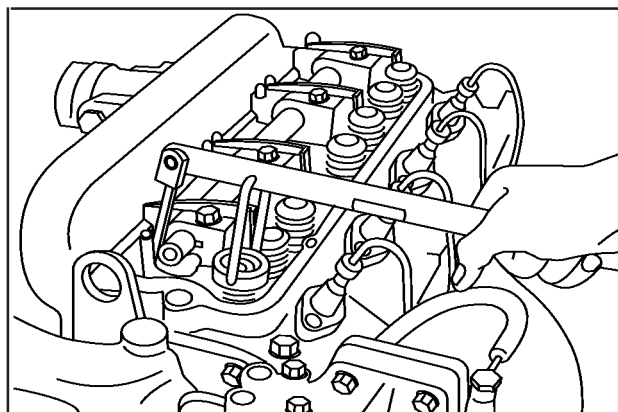

FIG 27
2. Desloque o balancim e, com a ferramenta nº 81 30 002, **Fig. 27** remova as travas, o assento das molas, as molas e o vedador.